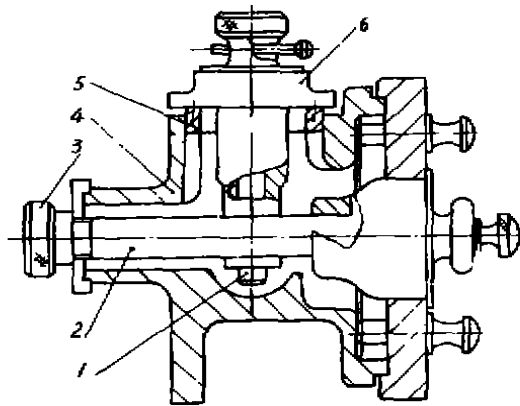
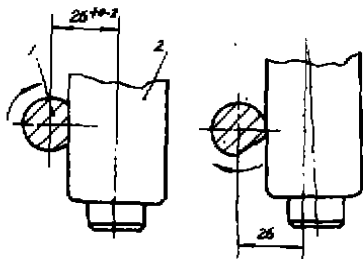

图2 模具结构
图3 横孔芯棒被压偏
我厂阀盖采用熔模铸造,阀盖铸件在加工生产过程中一度因阀盖齿轴支承孔偏移,在铸件加工中影响 $26^{+0.2}mm$ 位置尺寸,造成大批阀盖铸件的报废。我们从压制蜡模到铸件加工作了广泛了解和调查,发现阀盖齿轴孔(也称阀盖横孔)底部壁厚不均是引起齿轴支承孔偏移的直接原因。而导致阀盖齿轴孔底部壁厚不均的原因有两个:①模具支承孔芯棒与横孔芯棒为一体,插入横孔盖板中心孔中;靠填料框放置于主模中定位,并呈垂直悬挂状。由于填料框与横孔盖板是平面结合,仅用2个螺钉紧固,一旦使用中因螺钉松动使盖板对填料框的结合处产生位移,则横孔芯棒跟着移动。这是造成阀盖齿轴支承孔偏移原因之一(图2)。②模具中 $\Phi 20mm$ 直孔芯棒与 $\Phi 38mm$ 横孔芯棒在保持 $26^{+0.2}mm$ 中心位置时,两根芯棒结合面必有缺口。而原设计其缺口位置设置在直孔芯棒上,当组合模具时操作工在旋紧螺母紧固直孔芯棒会引起直孔芯棒的旋转,使直孔芯棒缺口角度转动而导致横孔芯棒被压偏。这是造成齿轴支承孔偏移的又一原因(图3)。